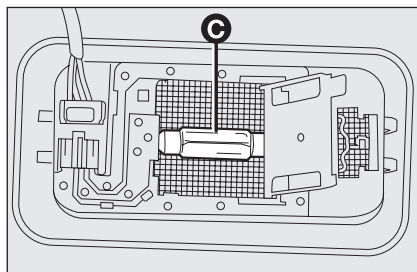

fig. 27
- ☐ remplacez l'ampoule **C-fig. 27** en la libérant des contacts latéraux. Ensuite, insérez la nouvelle ampoule en vous assurant qu'elle est correctement fixée entre les contacts;